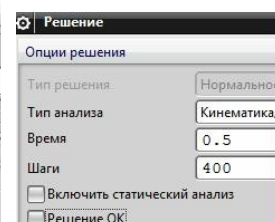

рис.78
•Рекомендованные параметры *Решения* – в рис. 78.